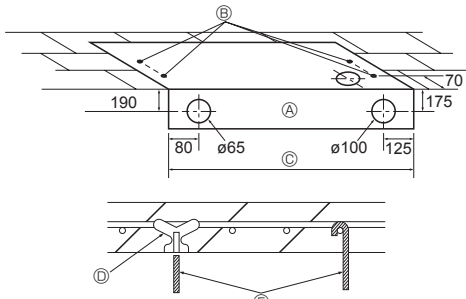

Fig. 3-3
3.2.3. 懸吊螺栓和配管位置的選擇 (Fig. 3-3)